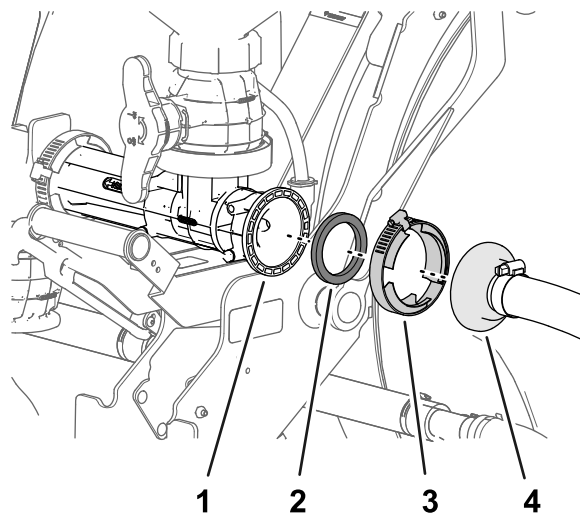

Figure 31
1. Fixez légèrement le raccord droit cannelé du flexible d'alimentation du mélangeur à la bride du mélangeur avec un joint et un collier bride (Figure 31).